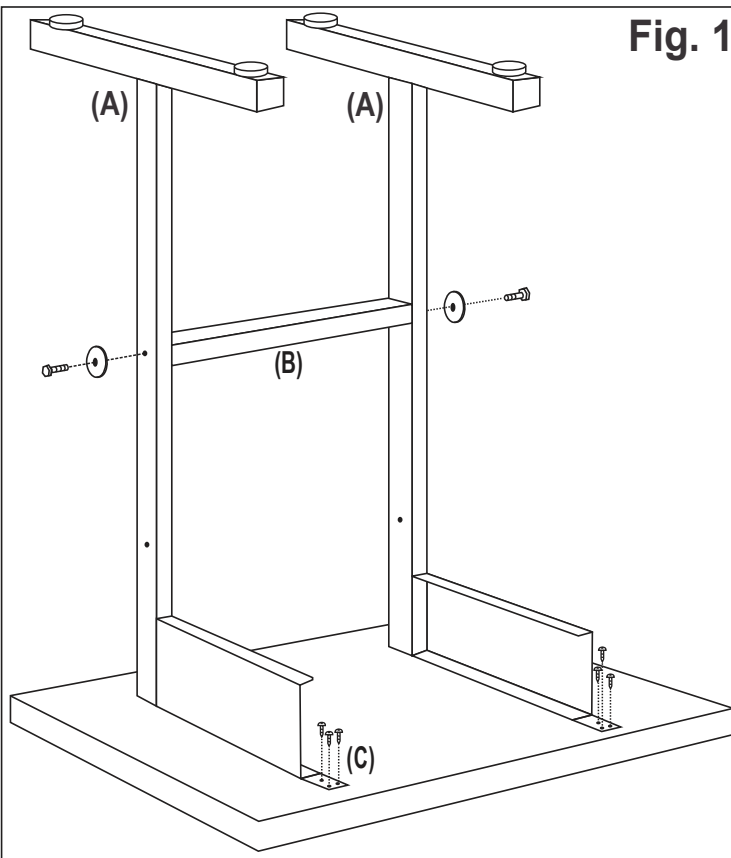
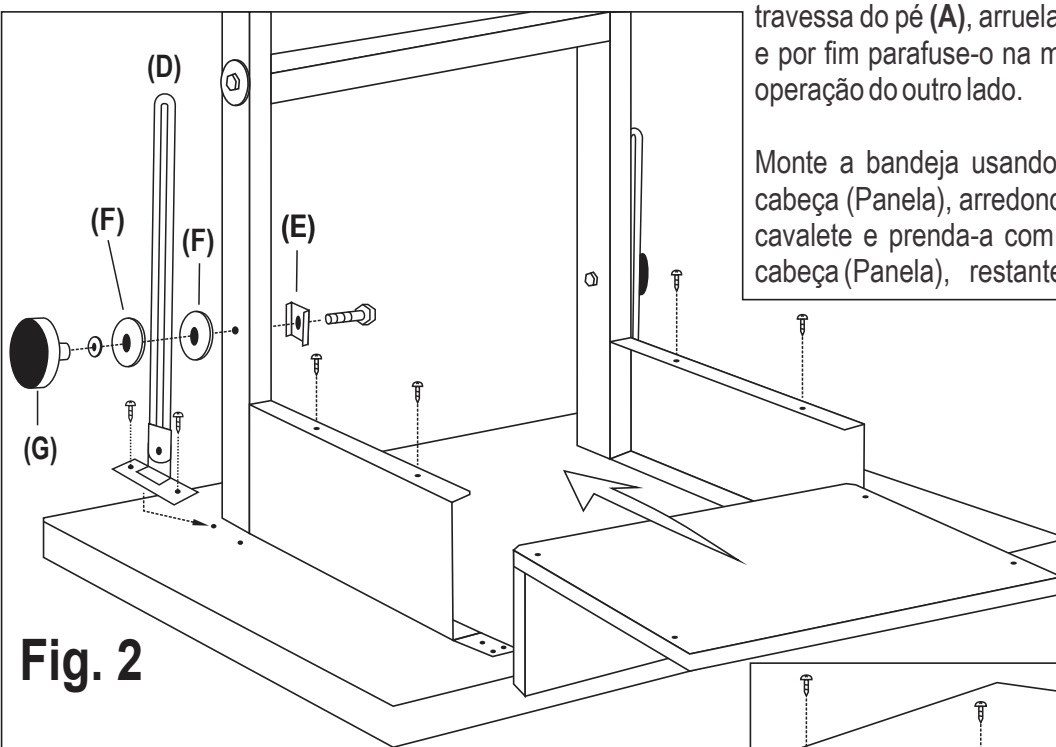
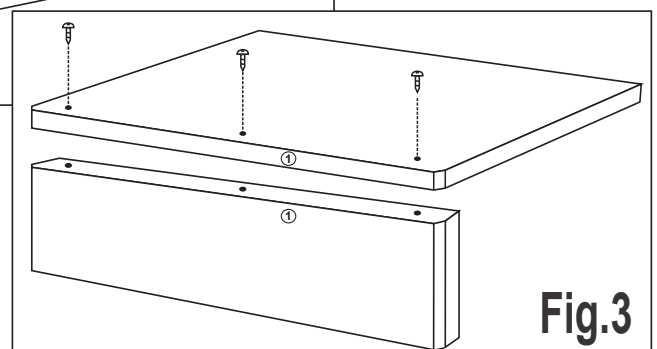

Fig. 1
Fig. 2
Fig.3
2º) Posicione os pés (A), lado a lado, e prenda os na travessa (B), usando 2 arruela e os 2 os parafusos sextavados, conforme indica a **fig. 1**. Aperte levemente os parafusos, permitindo assim, um pequeno movimento das partes. Posicione os pés de modo a coincidir os 6 furos das 2 dobradiças, com os furos guias do tampo. Coloque os seis parafusos e aperte bem. **Use os parafusos para tampo.** Em seguida aperte, firmemente, os dois parafusos sextavados, que prendem as pernas na travessa. Posicione as Corrediças (D), conforme indica a **Fig.2** e parafuse-as no tampo usando os 4 parafusos para tampo, restantes.
Monte a bandeja usando os 3 parafusos maiores de cabeça (Panela), arredondada. **Ver Fig.3**. Encaixe-a no cavalete e prenda-a com os 4 parafusos menores de cabeça (Panela), restantes, conforme indica a **Fig.2**